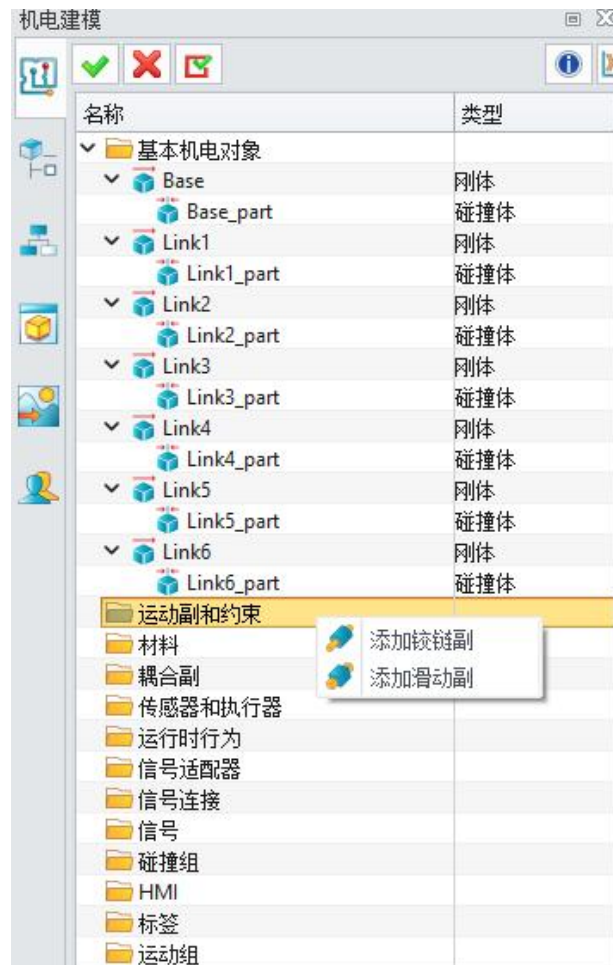

图 8-15: 添加铰链副
- 为七个组件添加碰撞体，添加完成后如下图所示。（图 8-15）